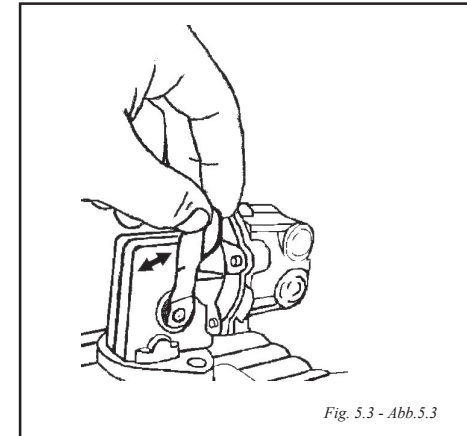

Fig. 5.3 - Abb.5.3
- Accionar repetidamente (6 o 7 veces) la palanquita de la bomba de alimentación (fig 5.3).
- Then operate repeatedly (for 6 or 7 times) the lever of the fuel pump (fig. 5.3).
- Actionner plusieurs fois (6 ou 7 fois), le petit levier de la pompe d'alimentation (fig. 5.3).
- Azionare più volte premendo e lasciando la levetta della pompa di alimentazione (fig. 5.3).
- Betätigen Sie mehrmals das Hebelchen an der Kraftstoffpumpe (Abb. 5.3).